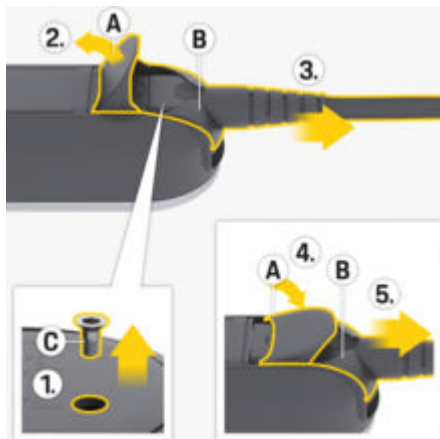

Fig. 49 Débranchement du câble de raccordement au secteur
1. Desserrez la vis **C** (Fig. 49) à l'aide d'un outil approprié.
2. Ouvrez entièrement le volet **A** (Fig. 49).
3. Sortez le connecteur **B** (Fig. 49) jusqu'au premier point de résistance.
4. Fermez le volet **A** (Fig. 49) jusqu'à environ 15 degrés (le volet doit reposer sur le connecteur **B** (Fig. 49)).
5. Débranchez entièrement le connecteur **B** (Fig. 49).